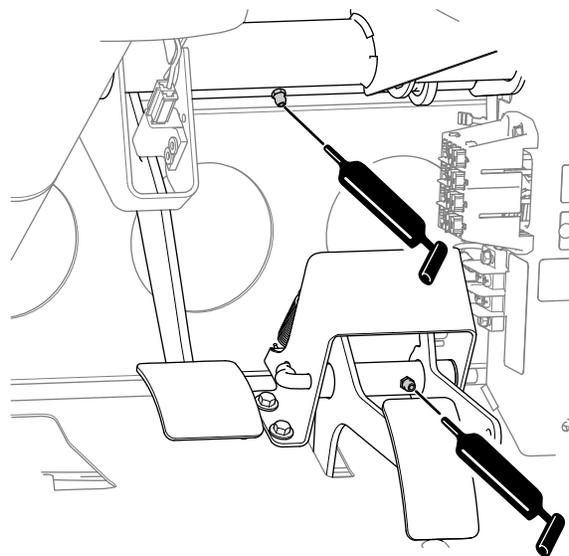

Figura 48
- **Travão** (1); consulte Figura 48
- **Acelerador** (1); consulte Figura 48